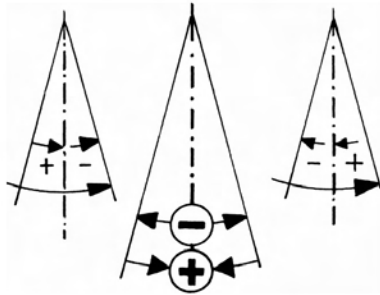

Abb. 1a Beeinflussung des Gangreglers
**Merksatz:** Alle Einflüsse in Richtung auf die Mittellinie zu bewirken einen Vorgang. Alle Einflüsse von der Mittellinie fort bewirken einen Nachgang (Abb. 1a, 1b).